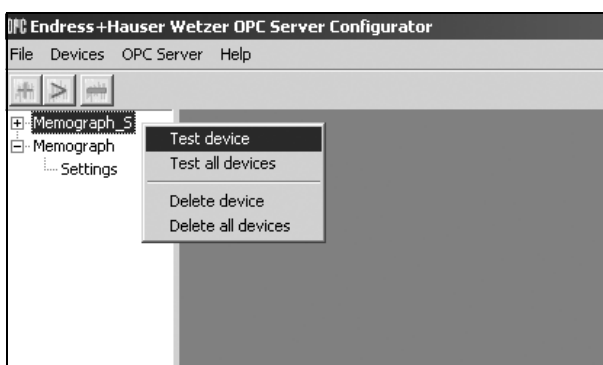

Fig. 5: Controllo della connessione
- Per i singoli dispositivi: nella finestra con l'elenco dei dispositivi, fare clic con il tasto destro sul dispositivo richiesto e selezionare, quindi, **Delete device**, s. Abb. 5.